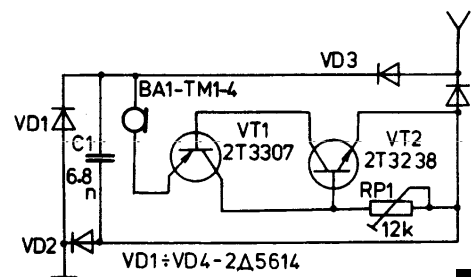

рис. 2
**вольтным цепям издает звуковой сигнал тревоги**. Эта схема монтируется в пластмассовой каске электронера. Особенность сигнализатора состоит в том, что он не имеет своего источника питания, а питается от энергии электромагнитного поля источника высокого напряжения. Допустимое расстояние приближения зависит от номинального напряжения. Так, в системах с напряжением 1...15 кВ это расстояние составляет 1 м, свыше 15 кВ – 1,6 м. Сигнализатор (**рис.2**) состоит из антенны, выпрямительного моста VD1...VD4, релаксационного генератора VT1, VT2, нагруженного на телефонный капсюль BA1. При приближении к токоведущим частям с высоким напряжением в антенне возникает переменное напряжение, которое выпрямляется диодным мостом и заряжает конденсатор C1. Когда напряжение конденсатора превысит напряжение включения аналога динистора на транзисторах VT1, VT2, последний начинает проводить ток через капсюль BA1. Кон-